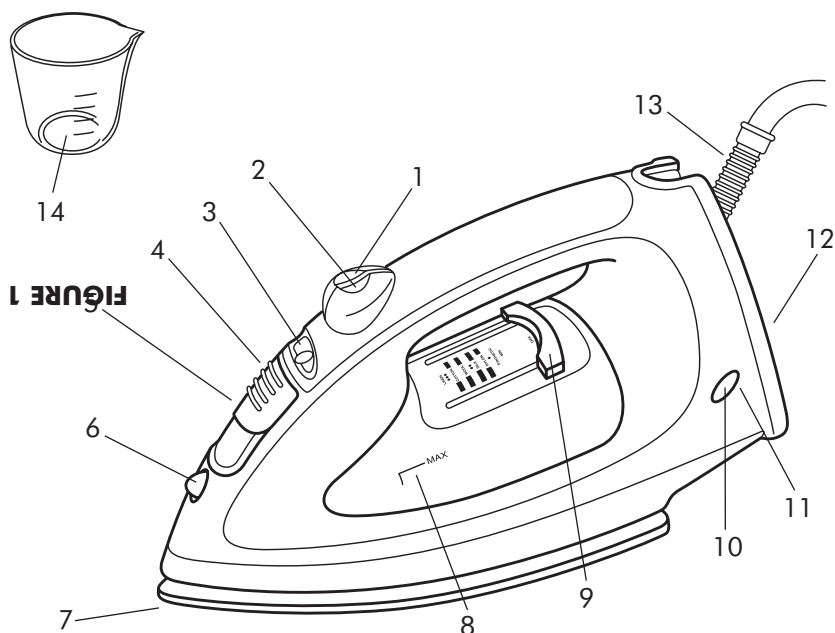

FIGURE 1
5. Remplissez jusqu'au niveau maximal indiqué sur le réservoir (figure 1).